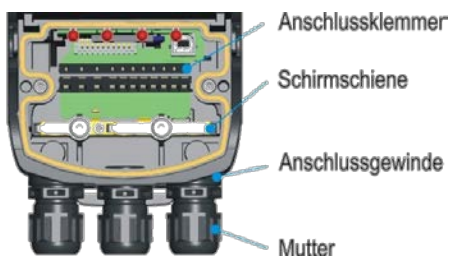

Abbildung 10: Schirmkonzept - Anschluss-Modul ANTARES für nicht armierte Leitungen
- Die geschirmten Leitungen (Beispiel - siehe Anschlussbelegung der RCU-Variante ANTARES PROFIBUS-DP) nur einseitig erden: dafür die vorhandene Schirmschiene (Abb. 10 und 11) nutzen.
- 9. Schirm einseitig auf Schirmschiene (Abb. 10 und 11) auflegen (Beispiel - siehe „Anschlussbelegung der RCU-Variante PROFIBUS-DP“).